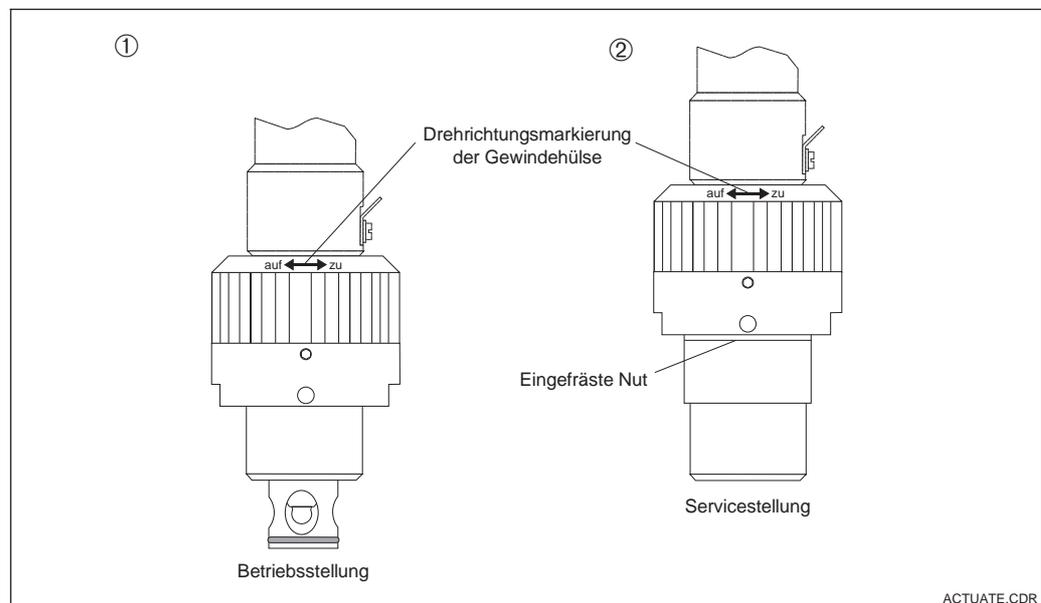

Bild 3.10 Betätigung der Armatur
- Zum Öffnen der Armatur wird die Gewindehülse um ca. 13 Umdrehungen im Uhrzeigersinn (»auf«) bis zum Anschlag gedreht. Damit hat die Elektrode Mediumkontakt und die Armatur hat ihre Betriebsstellung erreicht (siehe Bild 3.10, ①).
- Zum Schließen der Armatur wird die Gewindehülse um ca. 13 Umdrehungen gegen den Uhrzeigersinn (»zu«) bis zum Anschlag gedreht. Dabei wird die Elektrode aus dem Medium ins Innere der Armatur gezogen, bis die Öffnung zwischen Einbauadapter und Schutzkorbdeckel geschlossen ist. Diese Endlage ist durch eine eingefräste Nut unterhalb des Halteringes gekennzeichnet. Die Armatur hat damit ihre Servicestellung erreicht (siehe Bild 3.10, ②).